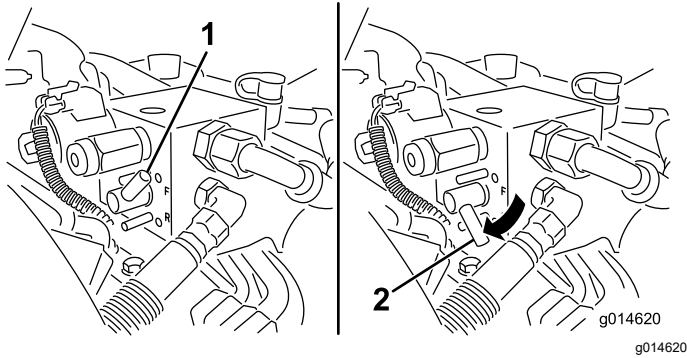

Figure 59
5. Tournez le levier de rodage à la position de rotation ARRIÈRE (R) (Figure 59).